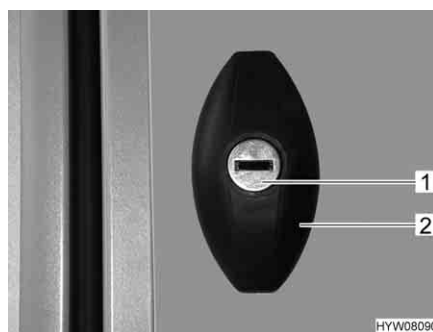

Fig. 50 Serratura dello sportello, ellittico, chiuso
- Inserire la chiave nel cilindro della serratura (Fig. 50,1) e ruotare in senso antiorario di un mezzo giro. La maniglia della serratura (Fig. 50,2) scatta all'infuori.